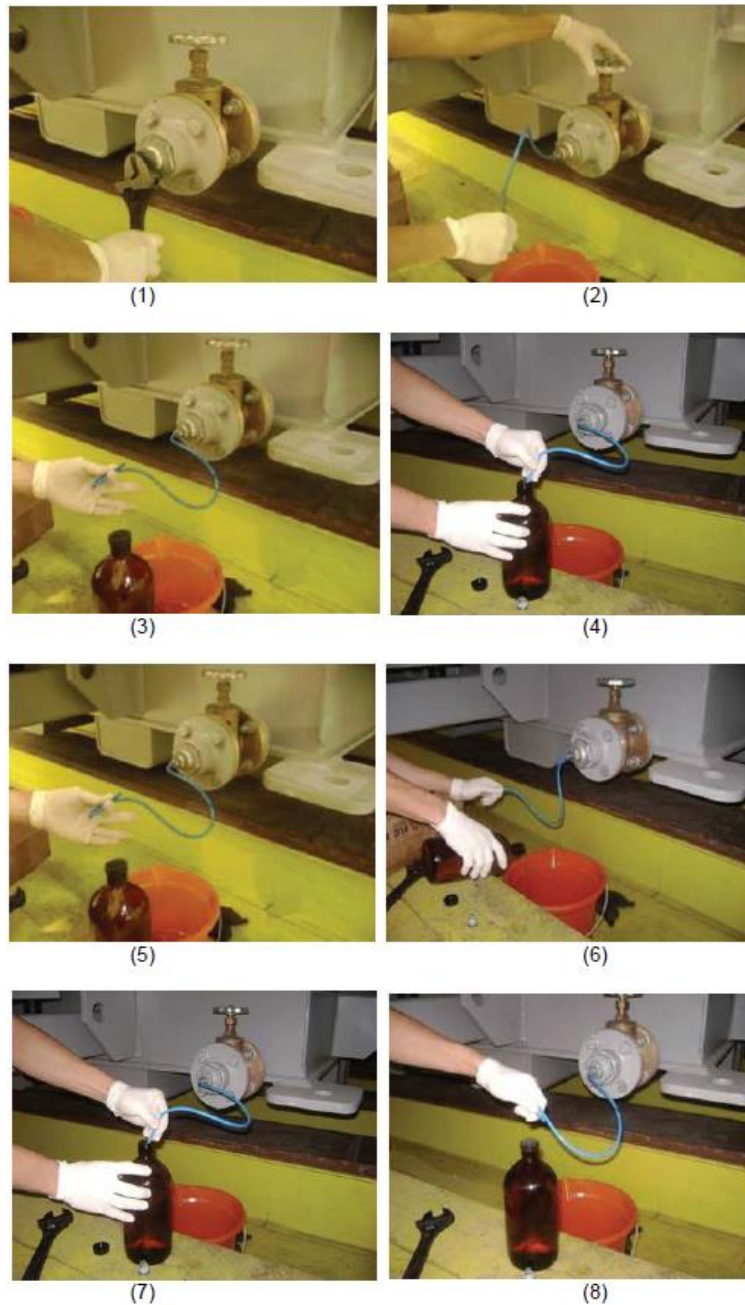

Figura 20 - Sequência de coleta com frasco
- Observar a coleta na sequência de 1 a 8 na **Figura 20**;
- i) Identificar o frasco conforme indicado no item 8.5 e enviar a um laboratório qualificado.